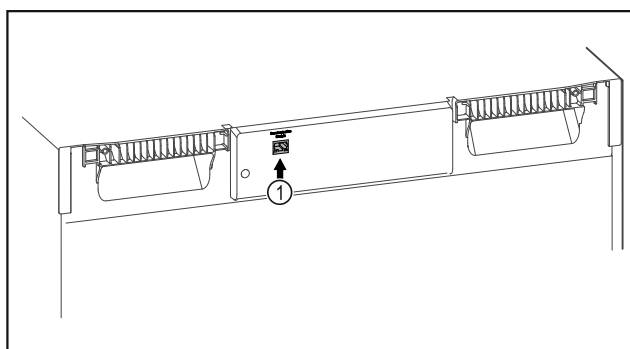

Fig. 80
- ☐ A SmartModule Fig. 80 (1) be van helyezve.